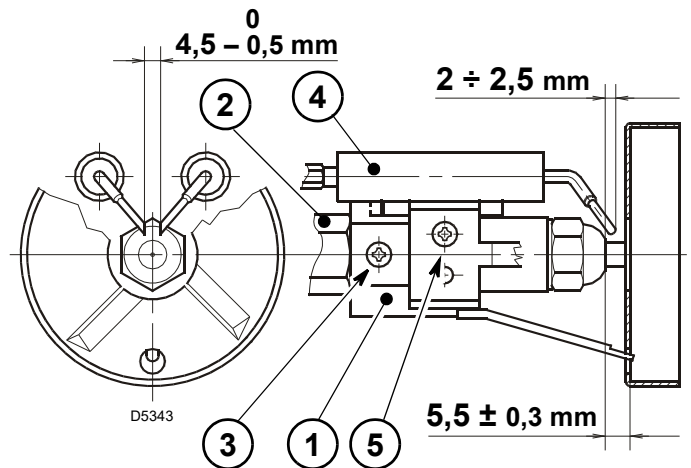

Fig. 15
Le misure in Fig. 15 devono essere rispettate.
- Appoggiare il gruppo supporto elica 1)(Fig. 15) al portaugello 2)(Fig. 15) e bloccare con la vite 3)(Fig. 15). Per eventuali aggiustamenti del gruppo elettrodi 4) allentare la vite 5)(Fig. 15).
- Sfilare i cavetti 4) dagli elettrodi, allentare la vite 3)(Fig. 15) ed estrarre il gruppo supporto elica 5) dal gruppo portaugello 7).